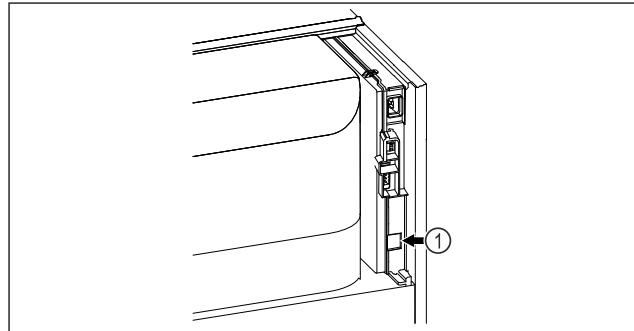

Fig. 77
- SmartModule Fig. 77 (1) este instalat.